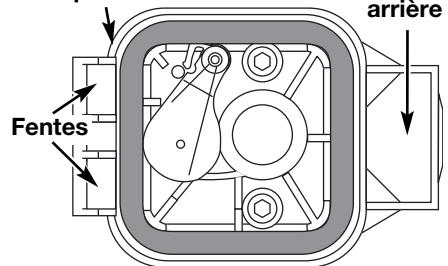

Fig. 36
6. Replacez le filtre (Fig. 36).
7. Réinstallez le couvercle du filtre à air. Placez les crochets à gauche du filtre à air dans les fentes à gauche de la plaque arrière (Fig. 36).